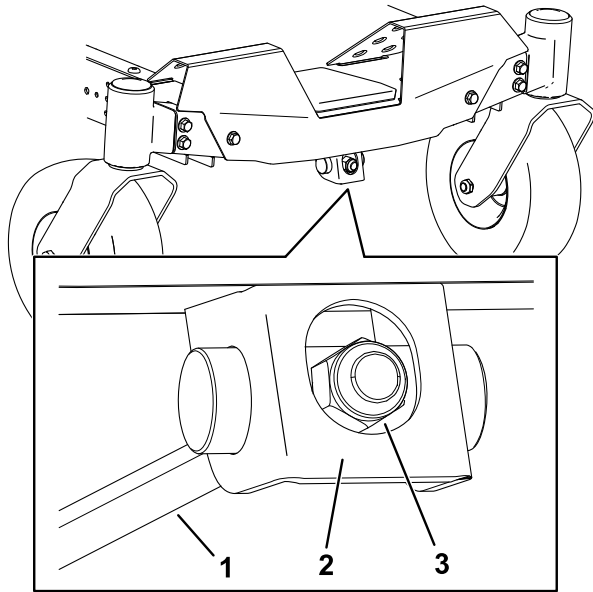

Figura 72
1. Gire la tuerca de ajuste de la parte delantera del cortacésped (Figura 72).